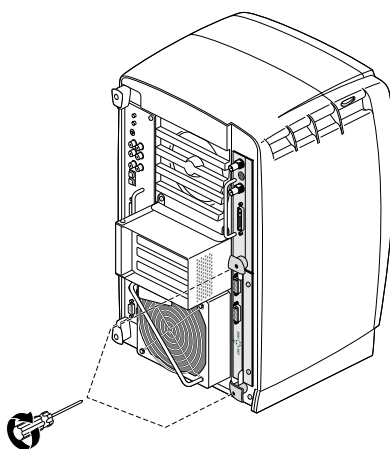

図2-17 XIO Tri-Module の固定ネジの締め付け
7. 図2-17 に示すように、スライドハンドルの固定ネジを締め付けます。